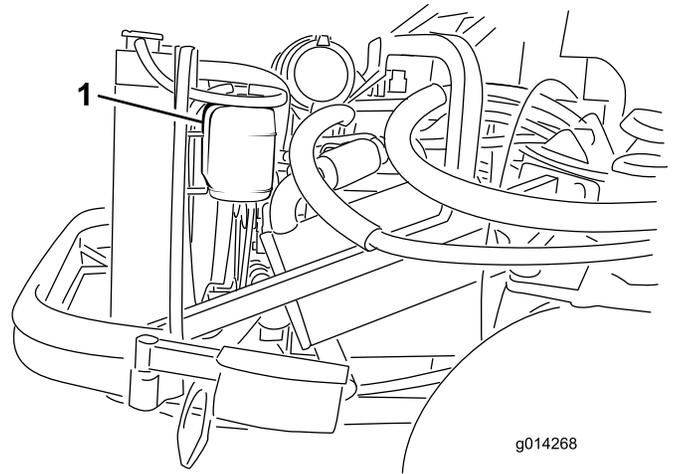

Bild 34
1. Prüfen Sie den Kühlmittelstand im Ausdehnungsgefäß (Bild 34). Er muss sich zwischen den Marken an der Seite des Gefäßes befinden.